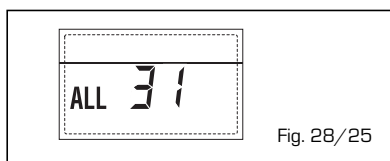

Fig. 28/25
**- ANOMALIA CONFIGURAZIONE IMPIANTO TRE ZONE "ALL 32" (fig. 28/26)**